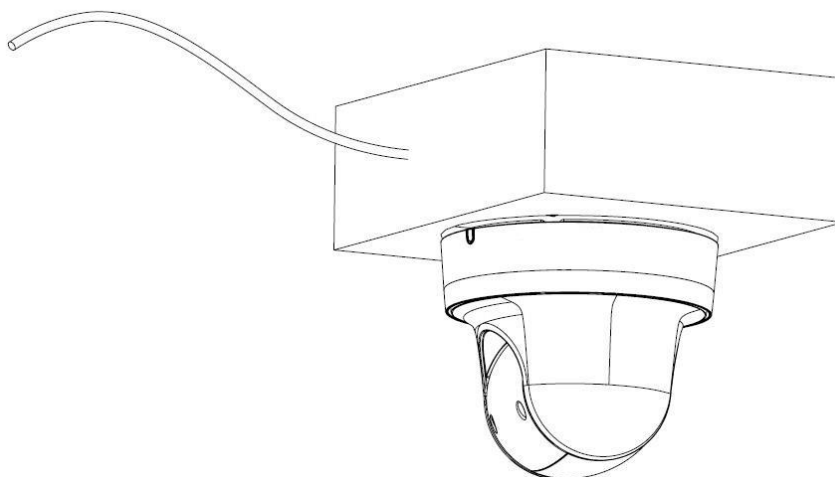

Рисунок 5
4.7 Закрепите устройство на крепежной пластине. Поверните корпус устройства против часовой стрелки до щелчка для надежного закрепления (рис.5).